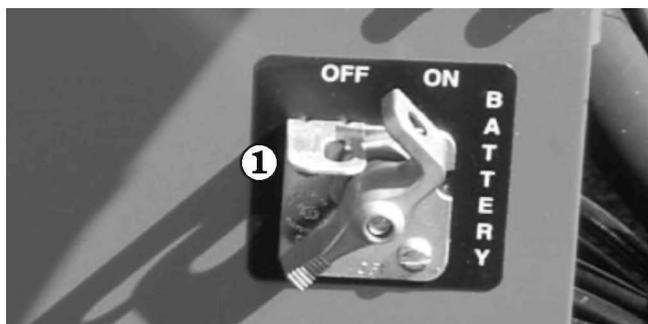

Abbildung 8.6
1. Stellen Sie den **Batterie**-Schalter ① auf EIN (siehe Abbildung 8.6).